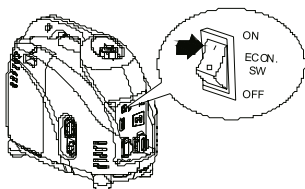

Рис. 19
- б) Переведите переключатель экономичного режима в положение «**ON**» (Рис. 19).